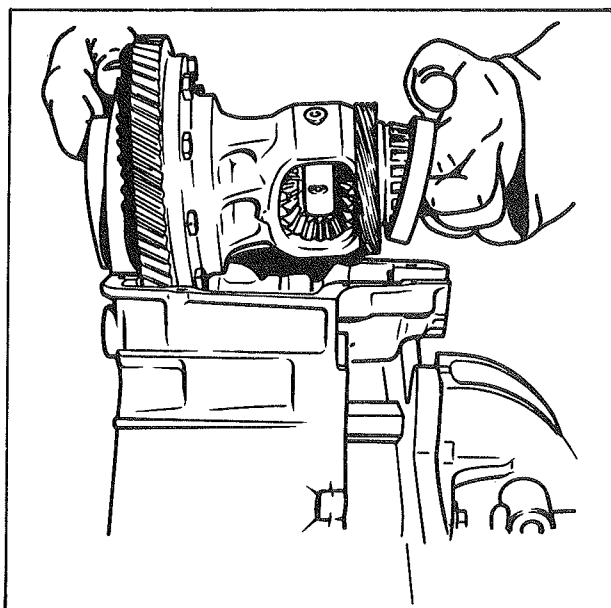

Fig. 1
- Déposer le boîtier de différentiel assemblé de son carter (fig. 1).